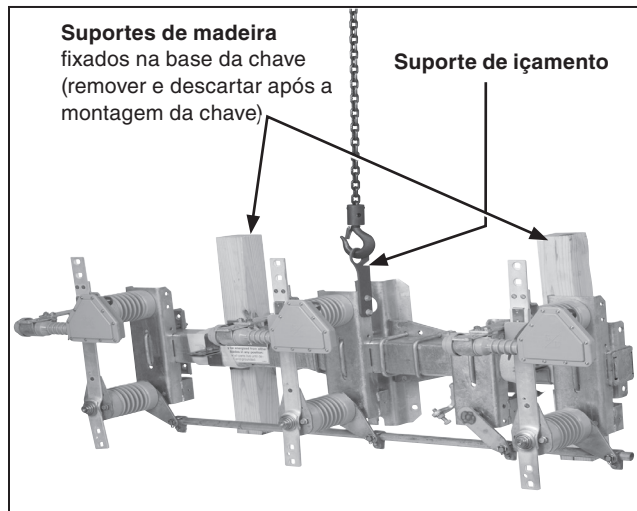

Figura 5. Içamento da Chave Omni-Rupter na configuração de montagem vertical.
As chaves na configuração de montagem vertical são fornecidas com um suporte de içamento em um ponto único, montado de forma permanente na base da chave. Ver Figura 5 na página 10.
- (j) Remova e descarte os suportes de madeira para facilitar o içamento da chave. Ver Figura 5 na página 10.